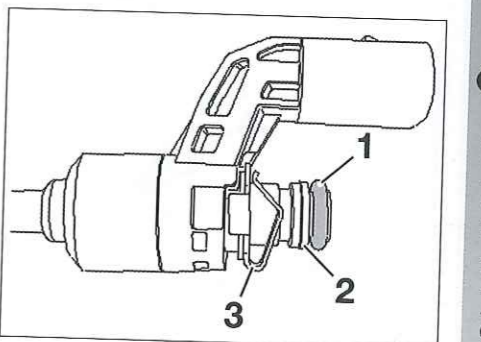

Fig. 44
- Retirar la junta tórica (1) (Fig.44).
- Seccionar la arandela de apoyo (2) utilizando una pequeña pinza cortante.
- Retirar la grapa (3).